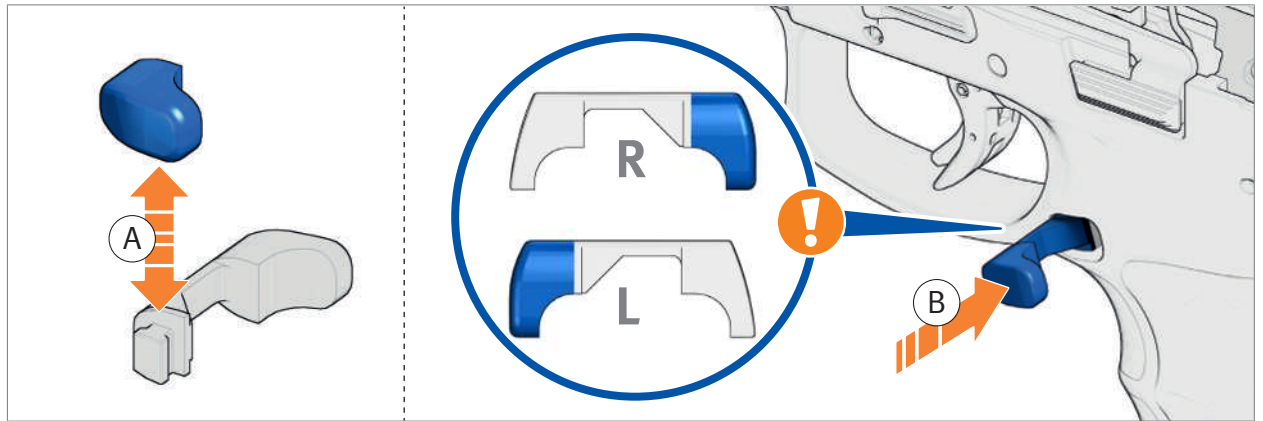

Fig. 34: Convert pushbutton
2. Convert pushbutton (Fig. 34).
3. Insert pushbutton (Fig. 34).